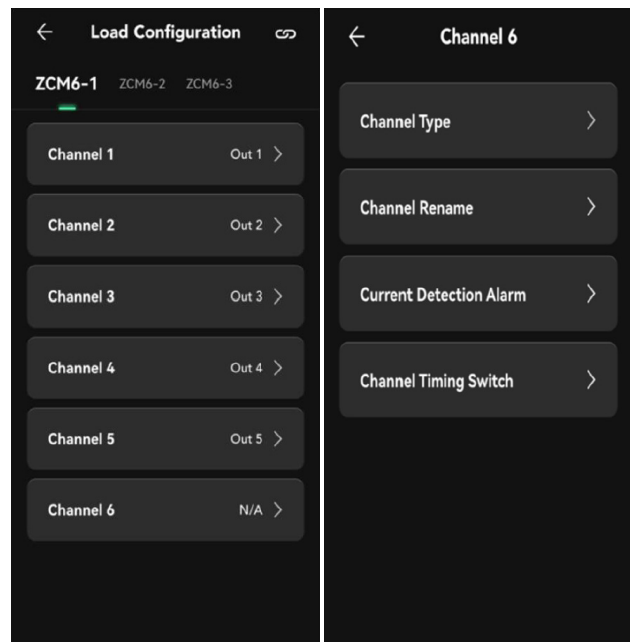

Figura 15: Configurazione del carico
- Gli utenti possono configurare ciascun canale di carico separatamente, cliccando sulla voce per accedere a ciascuna interfaccia di configurazione del canale, come mostrato nella figura 15: